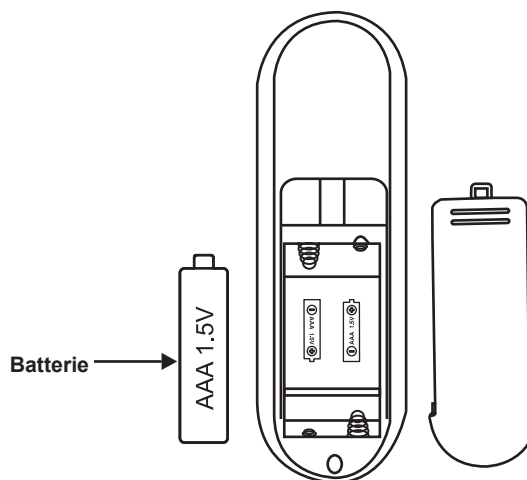

Figure 13
Étape 1. Placez le moteur du ventilateur sur les quatre trous de montage et fixez-le à l'aide des quatre vis fournies. Le support de sécurité est fourni pour empêcher le ventilateur de tomber. Fixez solidement le câble de sécurité au crochet. (Fig. 13)